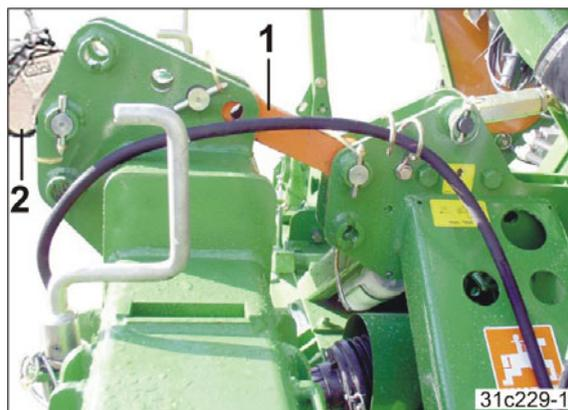

図 24
10. 両機械を連結装置 (図 24/1) で繋ぎます。
12. トラクターアッパーアーム (図 24/2) の長さは、ロータリーカルチベータ / パワーハローが作業位置でほしい水平になるように設定してください。